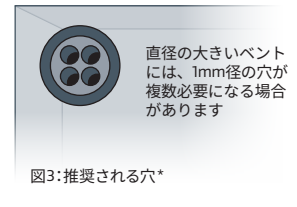

図3: 推奨される穴*
- ベントの直径が大きい場合は、1mm径の穴を複数個使用することも可能です(図3)。